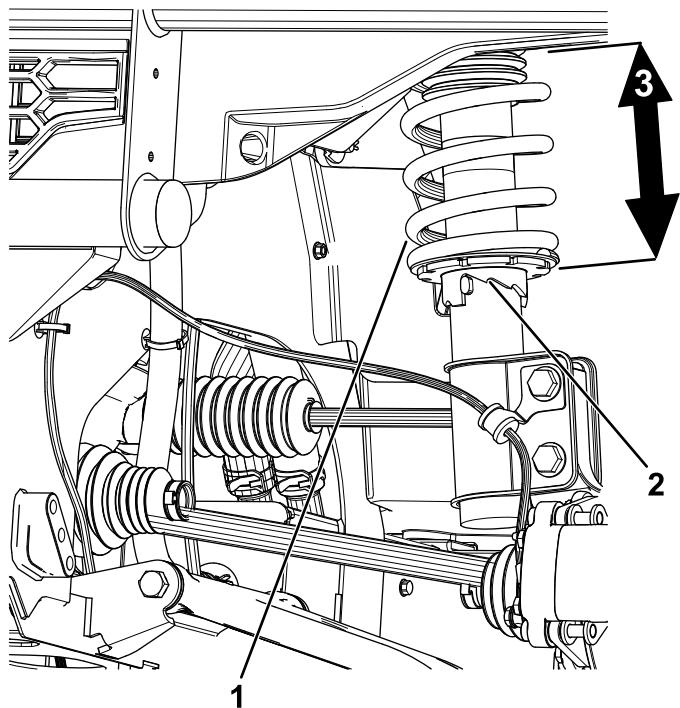

Figura 78
2. Si la distancia al suelo no es correcta, utilice la llave con ajuste de muelle para girar el collarín del amortiguador y alinear la rueda (Figura 78).